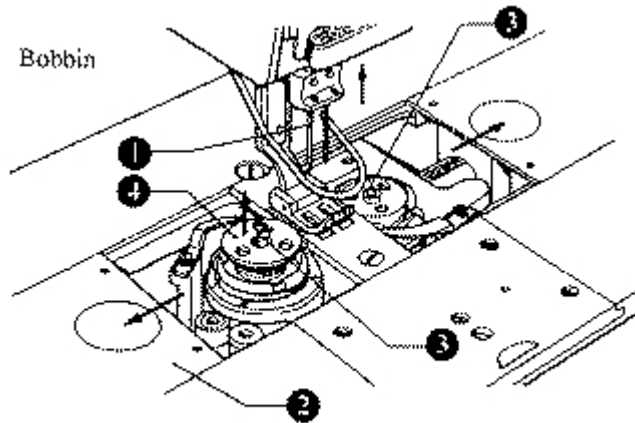

рис.20
11. Извлечение шпульки. (Рис.20)